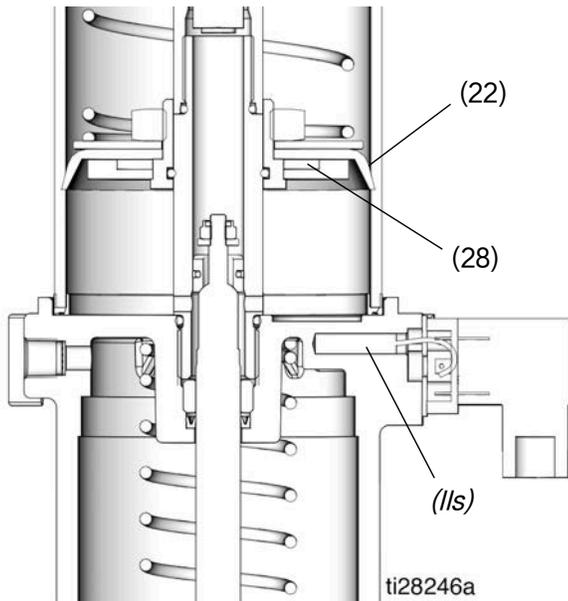

图 9
分配滑脂时，随动板 (22) 向下行驶至液箱。当它靠近低液位开关 (lls) 时，随动板组件底部的磁铁 (28) 启动常关低液位开关；打开开关，向润滑器控制器 (J) (图 9) 发送信号。